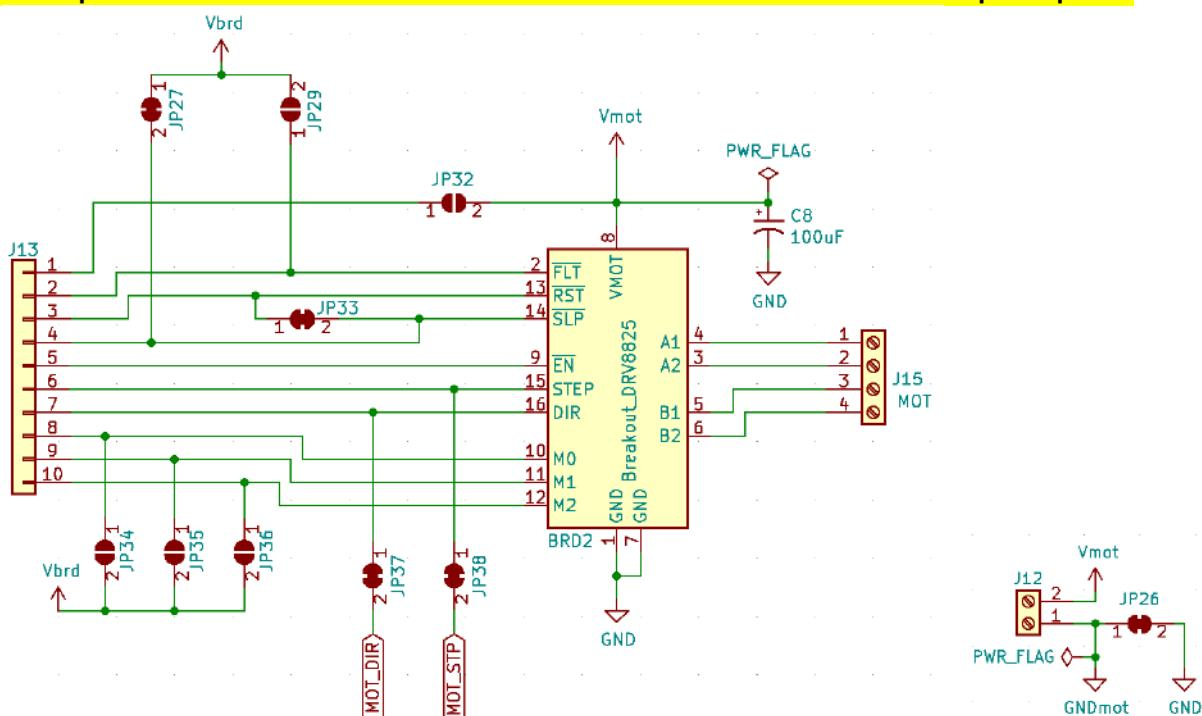
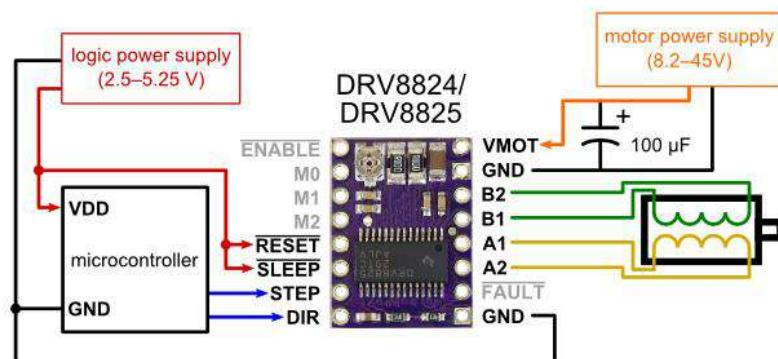
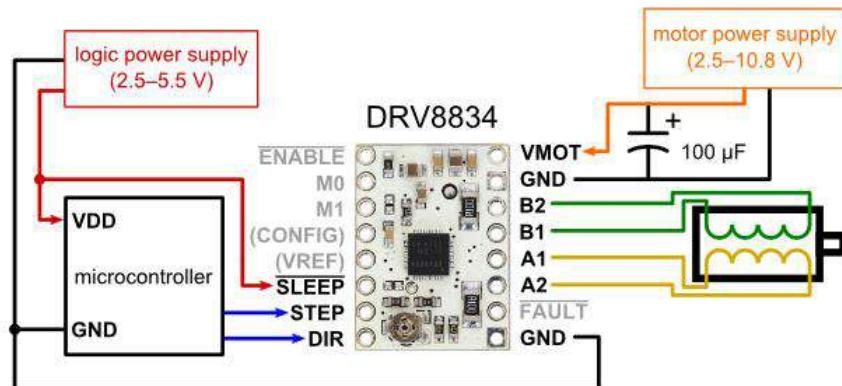
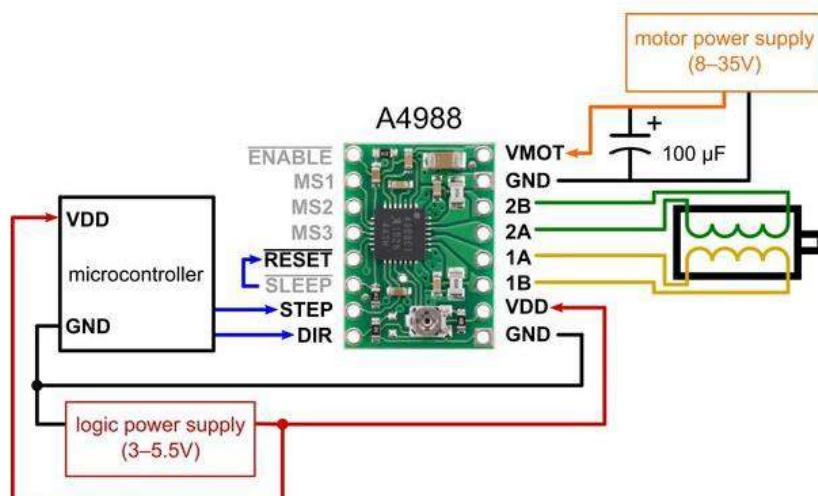

Figure 85 – Schema connessioni della sezione Motore passo-passo della **IOT PROTO SHIELD PLUS**
Figure 90 – Connessioni minime per pilotare motori passo-passo con moduli DRV8825
Figure 94 – Connessioni minime per pilotare motori passo-passo con moduli DRV8834 (full-step mode)
Figure 96 – Connessioni minime per pilotare motori passo-passo con moduli A4988 (full-step mode)
Come mostrato in Figure 85 e §32.4.1, la **IOT PROTO SHIELD PLUS** è predisposta per lavorare con un driver DRV8825 senza alcuna connessione (o disconnessione) aggiuntiva.
- La **IoT PROTO SHIELD PLUS** è predisposta per lavorare con questi moduli senza che sia richiesta nessuna modifica ai jumper di configurazione (si veda Figure 85 e Figure 90)
- Come mostrato in Figure 94 e Figure 85, JP27 e JP33 devono essere CHIUSI (configurazione di default), così da connettere *V_{brd}* della **IoT PROTO SHIELD PLUS** ai pin di RESET e SLEEP del modulo DRV8825
- Come mostrato in Figure 94 e Figure 85, JP29 deve essere CHIUSO così da connettere il pin VIO del modulo TMC2xxx a Vbrd della **IoT PROTO SHIELD PLUS**
- Come mostrato in Figure 94 and Figure 85, JP27 deve essere CHIUSO così da connettere il pin **SLEEP** del modulo DRV8834 a **Vbrd** della **IOT PROTO SHIELD PLUS**
- Come mostrato in Figure 94 and Figure 85, JP33 deve essere APERTO in modo da disconnettere il pin **VREF** del modulo DRV8834 a **Vbrd** della **IOT PROTO SHIELD PLUS**
- Come mostrato in Figure 94 e Figure 85, JP27 deve essere APERTO, così da disconnettere V_{brd} della **IOT PROTO SHIELD PLUS** dai pin di RESET e SLEEP del modulo A4988
- Come mostrato in Figure 94 e Figure 85, JP33 deve essere CHIUSO, così da connettere i pin RESET e SLEEP del modulo A4988 tra loro
- Come mostrato in Figure 94 e Figure 85, JP29 deve essere CHIUSO, così da connettere V_{brd} della **IOT PROTO SHIELD PLUS** al pin VDD del modulo A4988
Come mostrato in Figure 90, Figure 94 e Figure 96, alcuni pin (come ad esempio quelli per la regolazione dei microsteps) non sono connessi di default, è possibile accedere alle funzionalità aggiuntive fornite da questi pin attraverso l'header J13, fare riferimento a Figure 85.